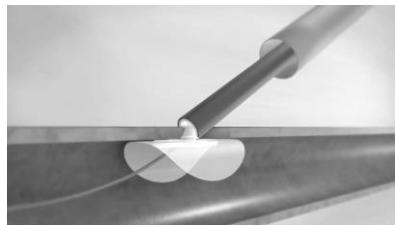

Figura 13. Posição de tamponamento, implante posicionado em justaposição à arteriotomia.
- b. Continue a retirar o dispositivo mais 1,5 graduações (= 3,5 graduações no total). Neste ponto, deverá ser sentida uma leve resistência táctil como resultado do implante se ancorar contra o lúmen interno da parede arterial. Esta é a posição de tamponamento, e o implante está agora a controlar a hemorragia da arteriotomia. Figura 13.